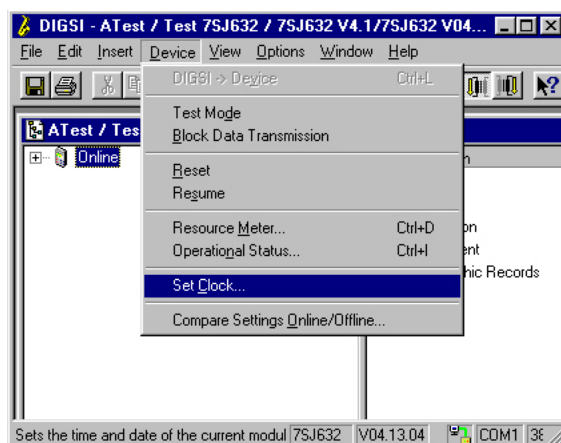

Рисунок 3-11 DIGSI® 4 – Выбор опции **Set Clock** (установка времени)
- Выберите меню **Device** (устройство) (смотри Рисунок 3-11).